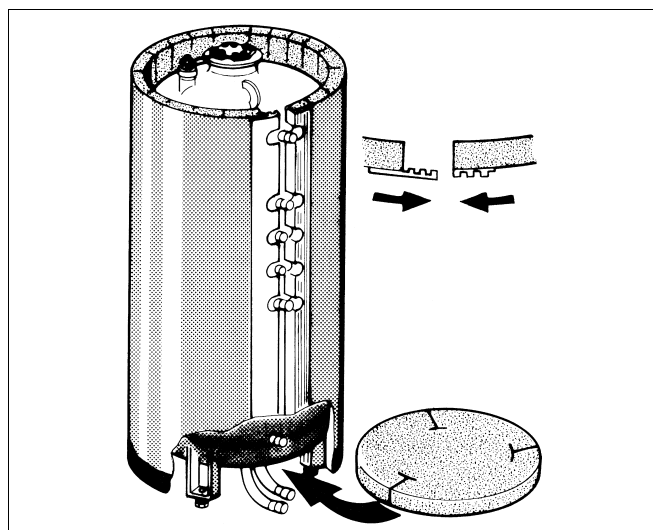

Fig. 11 Montage isolation thermique
Poser le matelas isolant perforé sur le corps du préparateur de manière à ce que le gabarit de perçage corresponde aux raccords (fig. 11).
- Assembler les deux autres extrémités du matelas isolant et fermer (fig. 11).